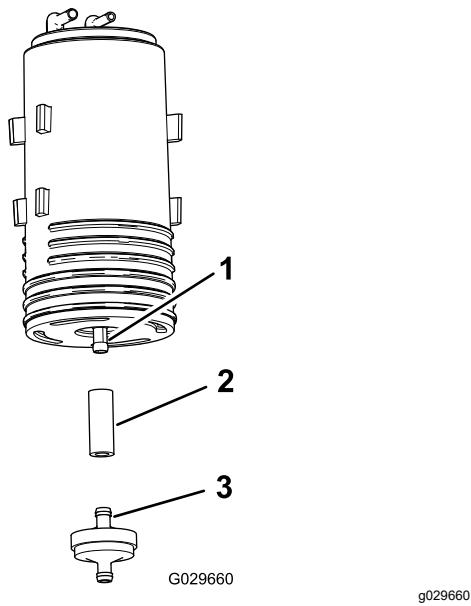

Figura 46
4. Rimuovete il filtro del canister a carboni attivi e la sezione corta del flessibile dal raccordo inferiore del canister a carboni attivi (Figura 46).
5. Montate il flessibile sul raccordo inferiore del nuovo canister a carboni attivi (Figura 46).
6. Inserite il raccordo del nuovo filtro del canister a carboni attivi nel flessibile (Figura 46).